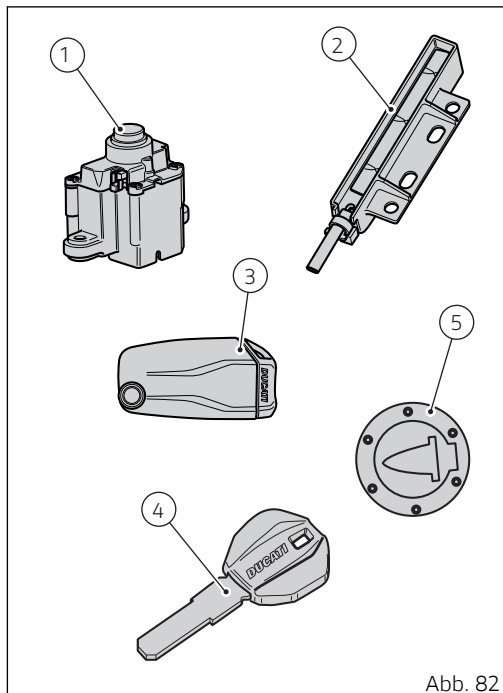

Abb. 82
Der „Hands Free“-Block (1, Abb. 82) ist am vorderen Tankbereich angeordnet. Für den entsprechenden Zugriff muss die Schutzabdeckung (8) abgehoben und entfernt werden.
Das Key-on erfolgt auf das Drücken der Taste (6) am Lenker und bei Vorhandensein des aktiven Schlüssels (3, Abb. 82).
Das „Key-off“ erfolgt auf das Drücken der Taste (6) am Lenker, auch wenn der Schlüssel (3, Abb. 82) nicht vorhanden ist, jedoch nur bei einer Fahrzeuggeschwindigkeit gleich Null.
Das „Key-on“ erfolgt auf das Drücken der Taste (7) am Hands Free-Block (1, Abb. 82) und bei Vorhandensein des aktiven Schlüssels (3, Abb. 82).
Das Key-off erfolgt auf das Drücken der Taste (7) am Hands Free-Block (1, Abb. 82) auch ohne vorhandenen Schlüssel (3, Abb. 82).
Das „Key-on“ erfolgt auf das Drücken der grauen Taste (6) am Lenker und bei Vorhandensein des passiven Schlüssels (4, Abb. 82).
Das „Key-off“ erfolgt auf das Drücken der grauen Taste (6) am Lenker, auch wenn der Schlüssel (4, Abb. 82) nicht vorhanden ist, dies jedoch nur bei einer Fahrzeuggeschwindigkeit gleich Null.
Das Key-on erfolgt auf das Drücken der Taste (7) am Hands Free-Block und bei Vorhandensein des passiven Schlüssels (4, Abb. 82).
Das Key-off erfolgt auf das Drücken der Taste (7) am Hands Free-Block (1, Abb. 82) auch ohne vorhandenen Schlüssel (4, Abb. 82).
Das Key-on erfolgt durch Drücken der Taste (7) am Hands Free-Block (1, Abb. 82) ohne vorhandene Schlüssel (3) und (4) und mittels Eingabe des PIN-Codes über die Cockpitanzeige.